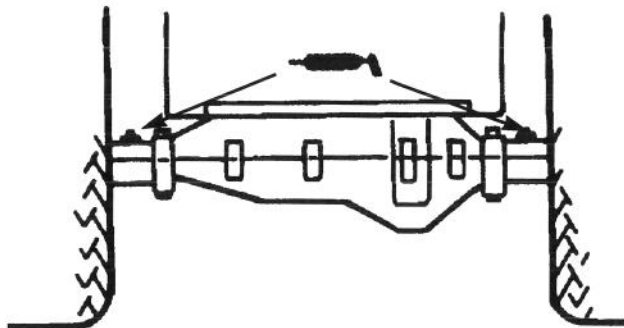

Figure 14
2. Appliquer 3 ou 4 injections de graisse à l'essieu arrière (Fig. 14).